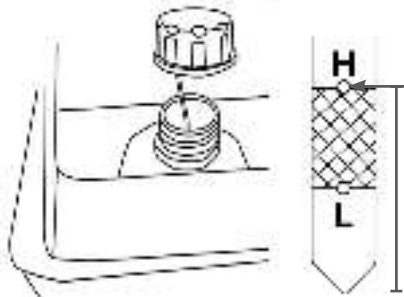

Рис. 27 Проверка уровня масла по щупу верхней маслосазливной горловины
- Открутите крышку-щуп нижней маслосазливной горловины и извлеките щуп (Рис. 27).